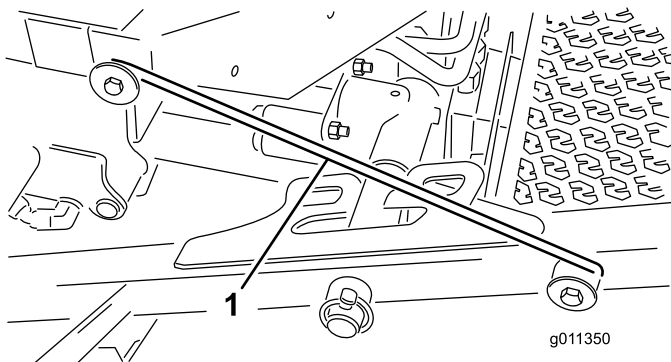

Figura 35
4. Liberate l'asta del dispositivo di sicurezza (Figura 35) dal fermo sulla parte anteriore del telaio portante.
5. Sollevate la parte esterna dei piatti di taglio anteriori e agganciate il dispositivo di sicurezza al perno del telaio presente sulla parte anteriore della piattaforma dell'operatore (Figura 35).